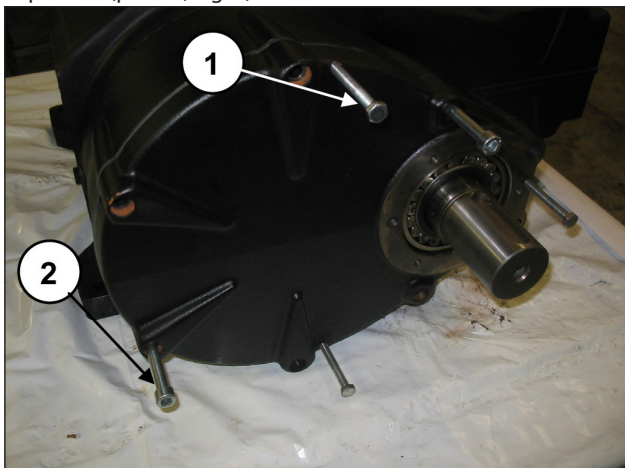

Fig. 7
Posizionare n. 3 grani o viti filettate M8 (pos. ①, Fig. 7) con la funzione di estrattori negli appositi fori e due viti M10 sufficientemente lunghe con la funzione di sostegno coperchio (pos. ②, Fig. 7).